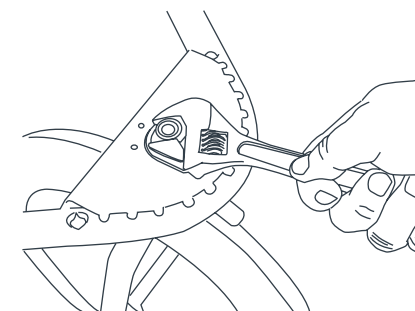

Fig. 21
- 21) •** Si la roue avant oscille au-delà de ce qui est normal lors de l'utilisation pour la marche ou le jogging, vous devrez peut-être ajuster l'écrou de la roue avant. Cet écrou est situé sous le repose-pied situé à l'avant de la Poussette. Vous pouvez utiliser une clé à molette pour serrer l'écrou (Fig. 21).